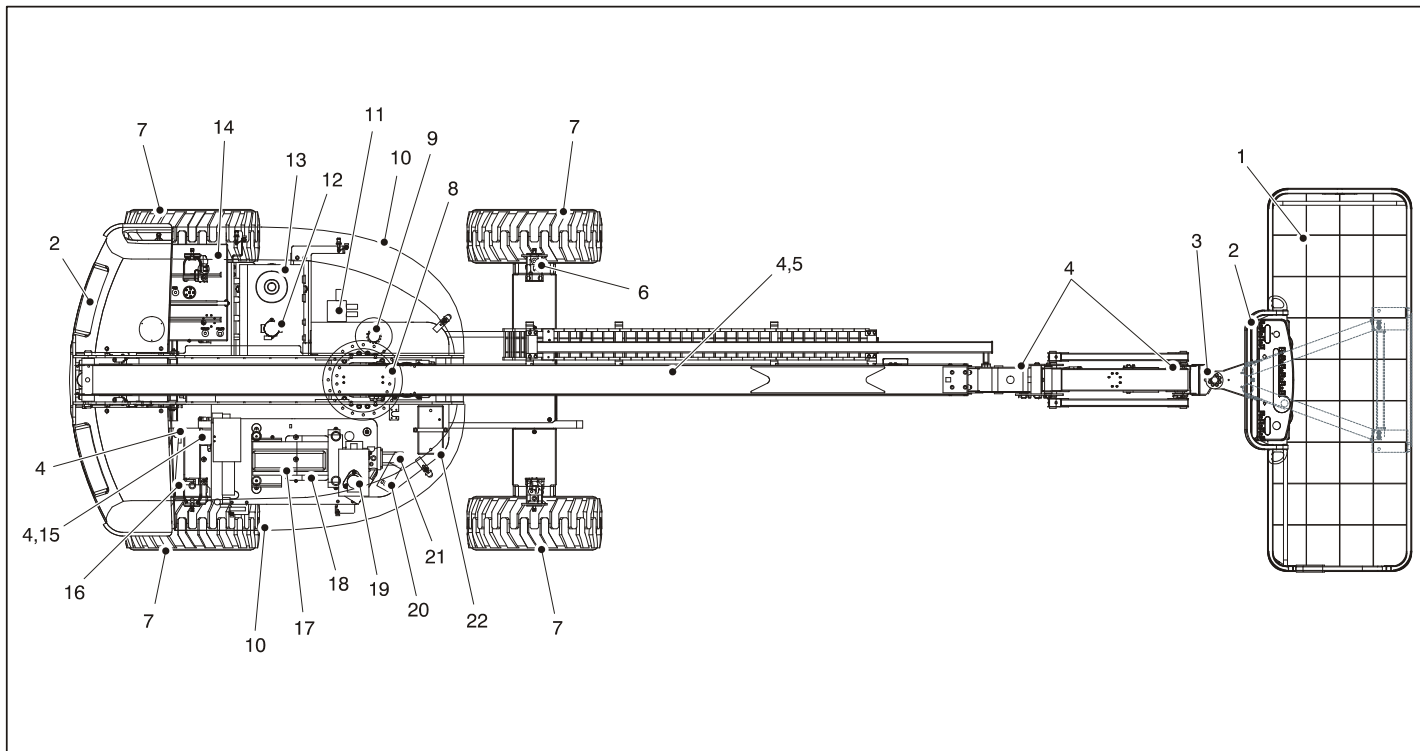

图2-2. 日常巡视检查 - 第1页, 共3页
4. **巡视检查** - 参看图 2-2. 至图 2-4.